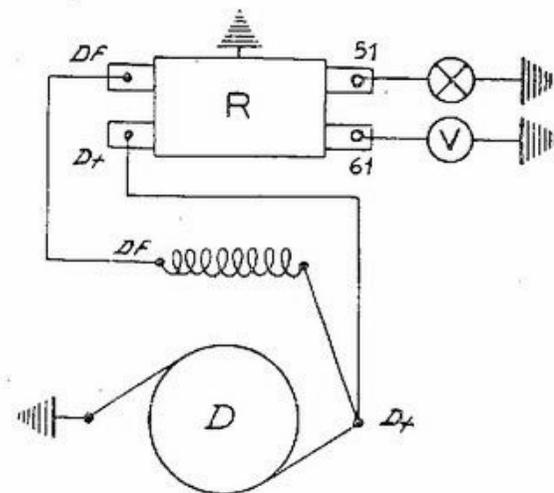

Fig. 122 - Schema prova tensione e giri di attacco. Schema prova tensione di regolazione a vuoto.
c) Tensione e giri di attacco: Collegare i morsetti D + e DF della dinamo con i corrispondenti del regolatore. Collegare il voltmetro tra il « 61 » del regolatore e la massa ed una lampadina spia tra il « 51 » e la massa (fig. 122) Fare ruotare